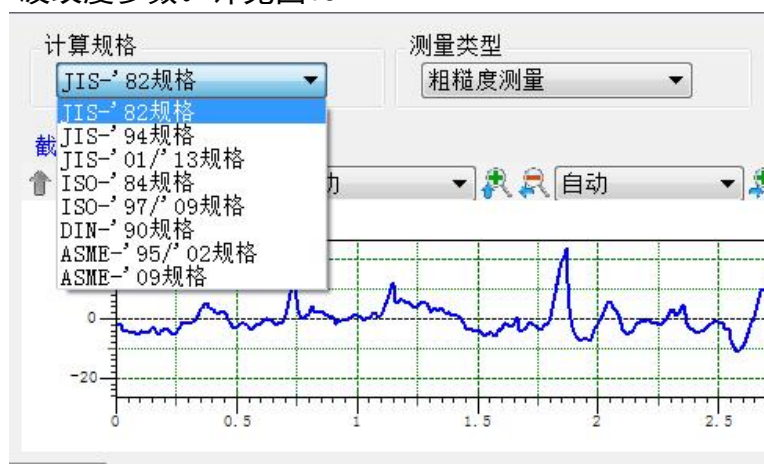

图15
- 3.2.1 能分析符合JIS、ISO、ASME、DIN、CNOMO等标准的各种粗糙度参数、断面参数、波纹度参数。详见图15